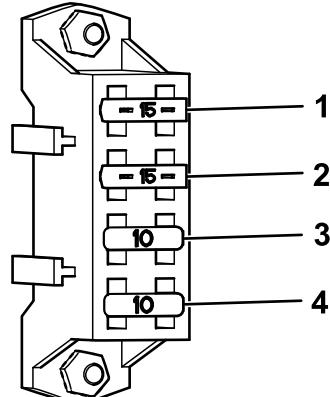

Figura 57
- #### 4. Sustituya los fusibles fundidos (Figura 57).